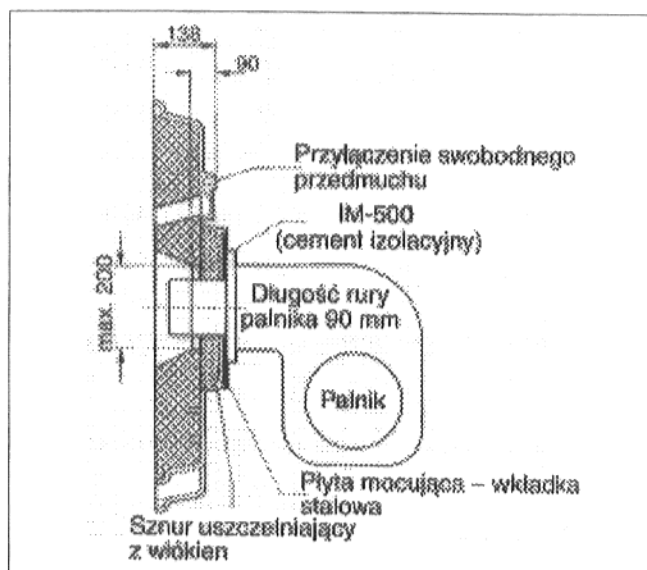

Rys. 24
- Zawiesić drzwiczki kotła, zamknąć je i przykręcić za pomocą 4 śrub M16x140 jak na rys. 24. Śruby dociągnąć równomiernie na krzyż.
- W płycie mocującej (rys. 24) należy na miejscu budowy wywiercić lub wypalić palnikiem gazowym otwór wymagany przez palnik (max $\varnothing$ 360 mm). Otwory dla zamocowania palnika wywiercić wg kołnierza palnika.